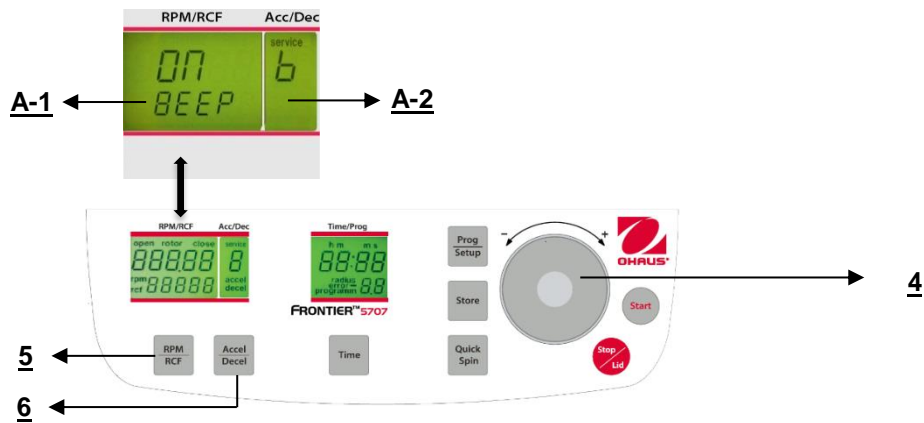

Abbildung. 32
Fahren Sie fort wie unter Punkt 4.1.2 beschrieben, um in den Programmmodus einzutreten und drücken Sie dann die Taste "**Accel/Decel**" (6). Auf der Anzeige "**Acc/Dec**" (A-2) blinkt das Wort "**Service**". Wählen Sie nun den Buchstaben "**B**" mit Hilfe des Anpassungs Wählscheibe (4). Als Ergebnis erscheinen auf der Anzeige "**RPM/RCF**" (A-1) die Worte "**ON/BEEP**". Nach dem Drücken der Taste "**RPM/RCF**" (5) können Sie das Tastaturgeräusch mit dem Anpassungs Wählscheibe (4) ein- (On) oder ausschalten (Off). (Siehe Abbildung 32).